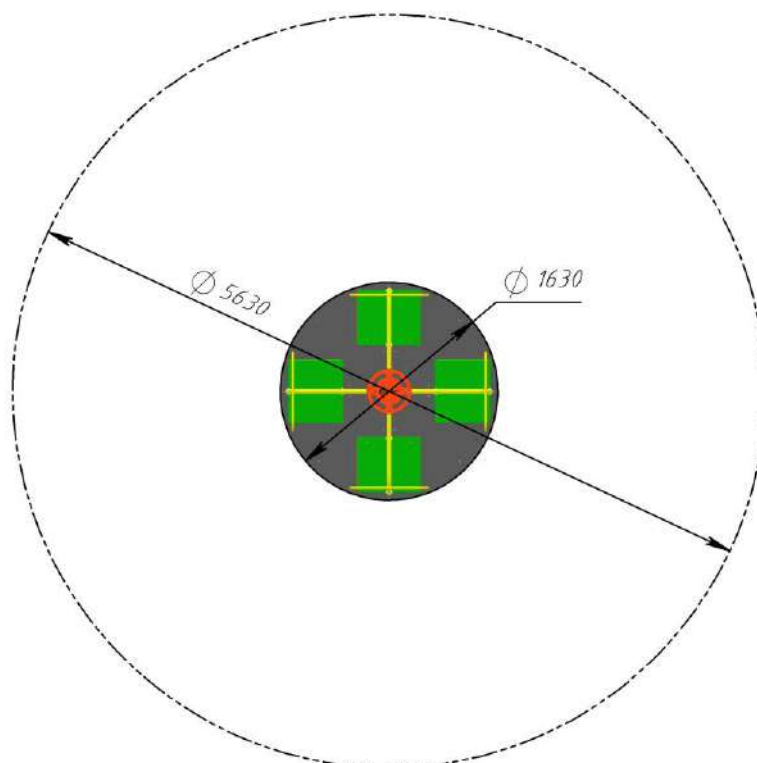

Fig.2 Zona de siguranță a caruselului PTP 027
3.5. Montajul caruselului se efectuează pe o suprafață plană, conform planului de amplasare al echipamentelor terenului de joacă. La montaj trebuie asigurată zona de siguranță conform fig. 2.